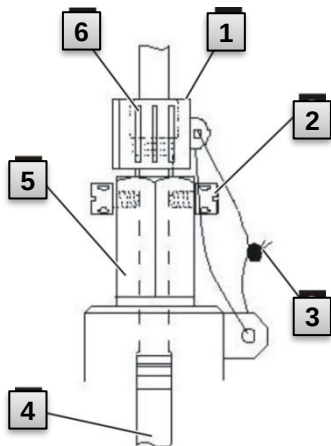

Abb. 13
3. Lassen Sie den Temperaturnaht mit Hilfe der Plombierhülse **1** und der Drahtplombe **3** gemäß Abb. 13 durch einen Eichbeamten verplomben.